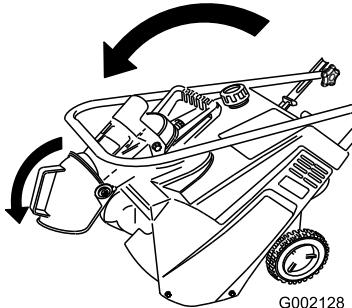

Bild 17
2. Klappen Sie den Auswurfkanal nach unten und montieren Sie die Sicherungsmutter fest auf der Schraube hinten am Auswurfkanalgriff (Bild 17).